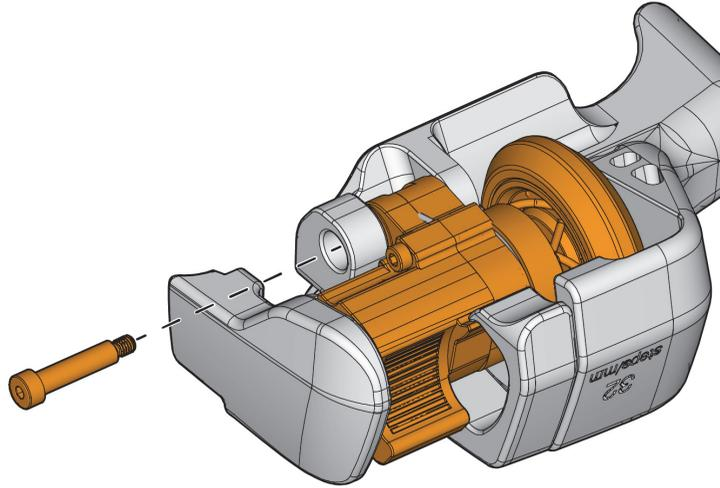

Figura 5-13 Tornillo con pivote del conjunto del codificador de indexación
2. Desatornille el tornillo con pivote y, a continuación, empújelo hacia fuera desde el otro lado (ver Figura 5-13 en la página 87).